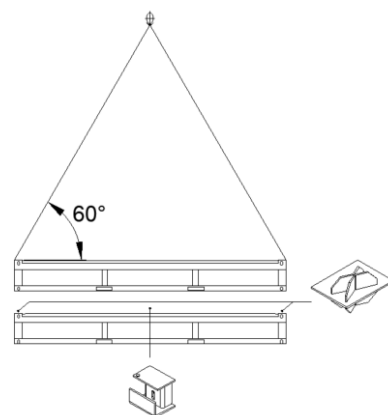
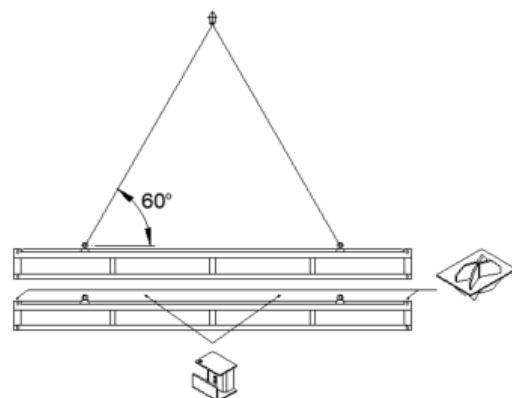

Abbildung 2
Abbildung 4
- Zwischen den einzelnen Paketen müssen je 4 Stk. „Stacking Cones“ (in die Containerrecken) bei 10', 16' und 20' und je 2 Stk. Spannkeile bei 16' und 20' (auf die Dachlängsträger pro Seite 1 Stk. – Abb. 2) bzw. je 4 Stk. Spannkeile bei 24' und 30' (auf die Dachlängsträger pro Seite 2 Stk. – Abb. 4) eingesetzt werden.